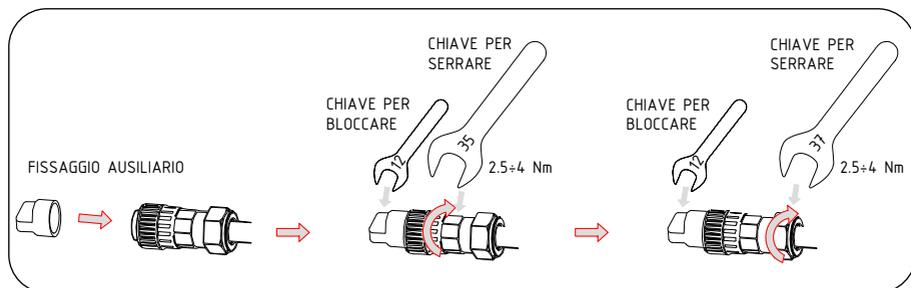

Figura 22 - Assemblaggio del terminale AC
- Agganciare l'attacco di plastica (fissaggio ausiliario) nell'elemento presa, serrare l'adattatore nell'elemento presa, quindi serrare il dado orientabile con una coppia di 2,5-4 Nm come illustrato in Figura 22.
- Collegare il connettore AC all'inverter, quindi avvitare il connettore AC in senso orario come illustrato in Figura 22: un lieve clic indica che la connessione è stata completata correttamente.